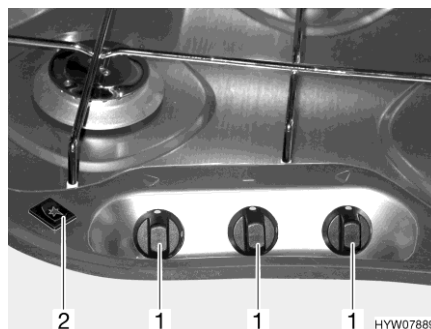

Bild 132 Bedienelemente (Gaskocher)
- ▷ Bei Gaskochern ohne elektronische Zündung entfällt jeweils der Wippschalter (Bild 132,2).
- Drehregler (Bild 132,1) der gewünschten Brennstelle auf Zündposition (große Flamme) drehen.
- Elektronische Zündung: Wippschalter (Bild 132,2) drücken. Am Brenner werden Zündfunken erzeugt.